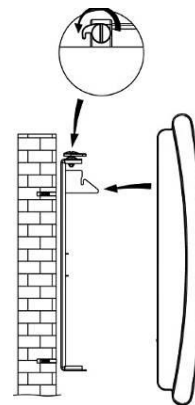

Fig. 4
- (4) Suspendez l'appareil sur les crochets. (Fig 4).
- (5) Fixez les crochets arrière à l'aide des vis et plaquez l'appareil-au mur.
(6) Serrez les crochets arrière avec les vis.